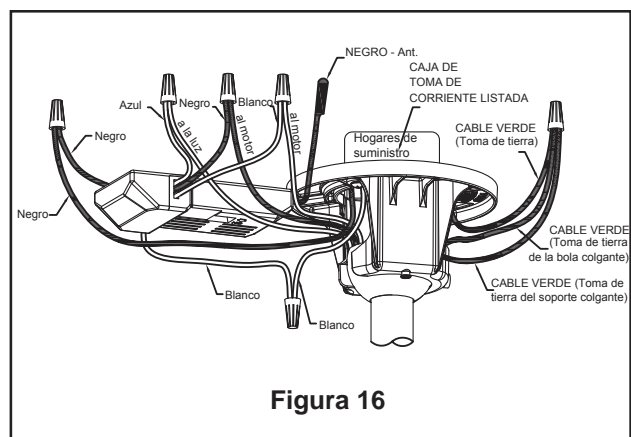

Figura 16
4. Conecte los cables verdes desde el soporte colgante y la bola colgante en el cable desnudo (toma de tierra) utilizando el conector de cables suministrado. Conecte el cable negro desde la unidad del receptor marcado "AC IN L" al cable negro de suministro de electricidad utilizando el conector de cables suministrado. Conecte el cable blanco desde la unidad del receptor marcado "AC IN N" al cable blanco de suministro de electricidad utilizando el conector de cables suministrado. Conecte el cable blanco desde la unidad del receptor marcado "TO MOTOR N" al cable blanco del ventilador utilizando el conector de cables suministrado con el receptor. Conecte el cable blanco desde la unidad del receptor marcado "TO MOTOR L" al cable blanco del ventilador utilizando el conector de cables suministrado con el receptor. Por último, conecte el cable azul del receptor al cable azul de la luz del ventilador utilizando el conector de cables suministrado. Coloque todos los cables conectados y la antena del receptor para permitir la instalación de la cubierta del techo. (Figura 16)